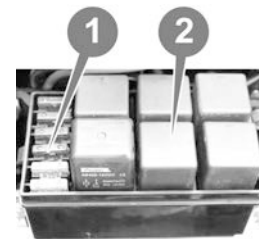

Рисунок 5.14.
Предохранители (1) (см. рис. 5.14.) рассчитаны на различный ток срабатывания и предназначены для защиты участков электросети квадроцикла от перегрузки и короткого замыкания. Ток срабатывания предохранителя определяется по его цвету, поэтому не меняйте предохранители местами, а сгоревшие заменяйте соответствующими.
Реле (2) (см. рис. 5.14.) предназначены для силовой разгрузки переключателей (обычные: освещение, водяная помпа и т.п.) и создания эффекта мигания системы поворотов (реле поворотов).